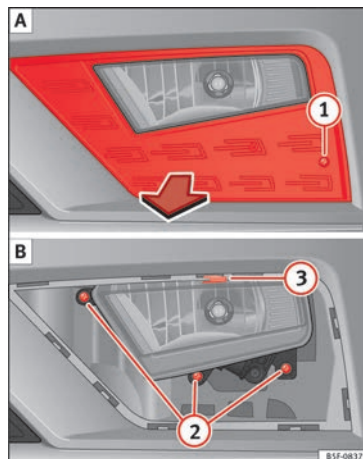
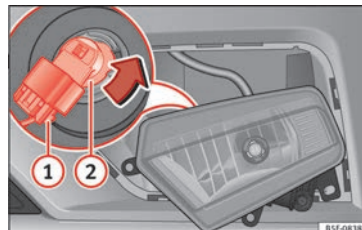

Abb. 109 Nebelscheinwerfer: Blende herausziehen.
Abb. 110 Nebelscheinwerfer: Lampenträger ausbauen
1. Schraube » Abb. 109 ① A mit einem Schraubendreher aus der Blende des Nebelscheinwerfers herausschrauben und Blende herausziehen.
2. Entfernen Sie die 3 Schrauben » Abb. 109 ② B.
3. Ziehen Sie die Metallklammer an der Oberseite des Nebelscheinwerfers zur Außenseite des Fahrzeuges ab ③ B und entfernen Sie den Nebelscheinwerfer.
4. Ziehen Sie den Stecker » Abb. 110 ① von der Lampe ab.
5. Drehen Sie den Lampenträger » Abb. 110 ② nach links und ziehen Sie.